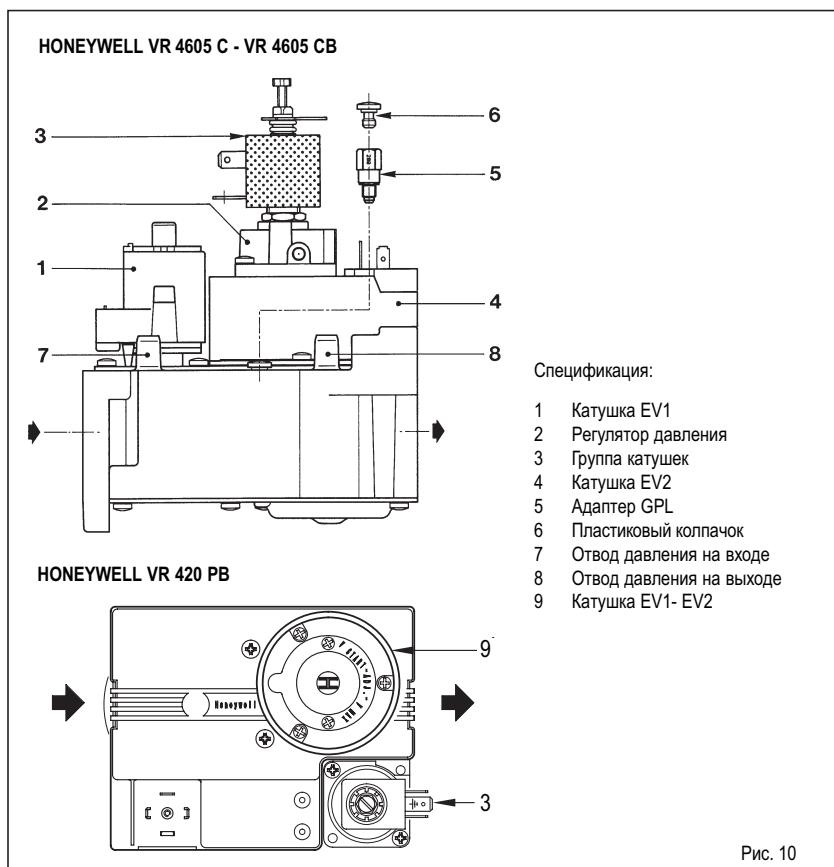

Рис. 10
4.1 ГАЗОВЫЙ КЛАПАН (Рис. 10)
В момент первого запуска котла следует провести продувку газовой трубы, используя для этого штуцер отбора давления на входе в газовый клапан (7 рис. 10 и 9 рис. 2).
Для того, чтобы перейти на бутан (G30) или пропан (G31) необходимо заменить сопла главной горелки на комплект других сопел, входящих в комплект поставки, а также следует установить на клапан адаптер, код 6248301 (рис. 10).